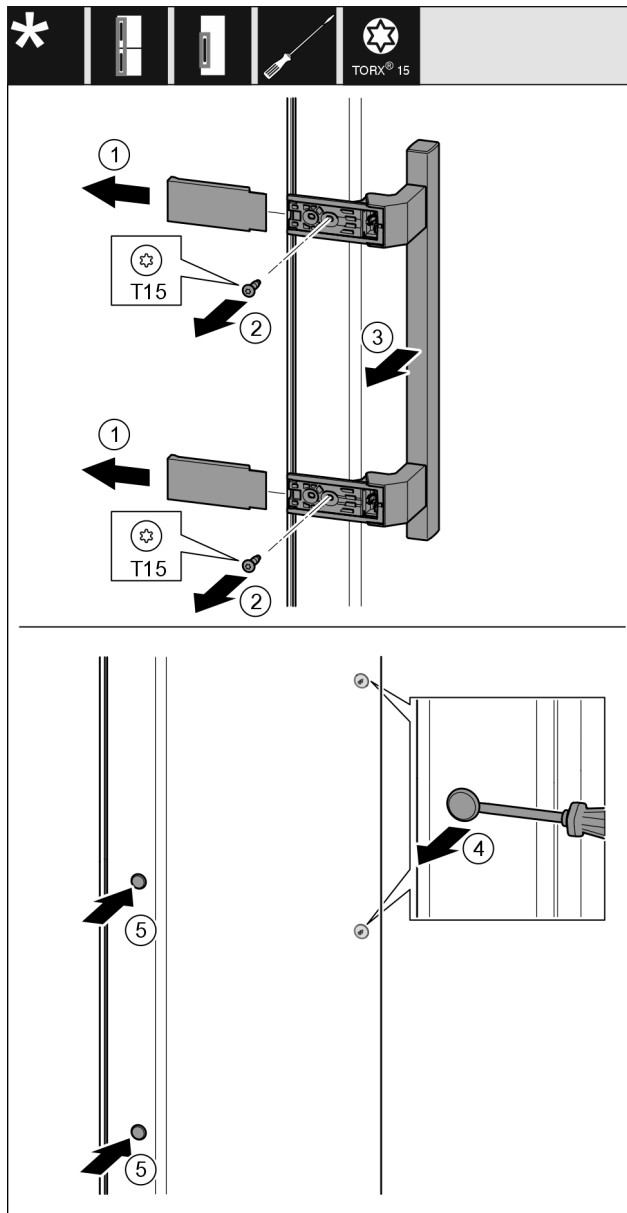

Fig. 24
- Изтеглете капака Fig. 24 (1).
- С отвертка отвийте винтовете Fig. 24 (2).
- Свалете дръжката Fig. 24 (3).
- С плоска отвертка внимателно повдигнете страничната тапа Fig. 24 (4) и я извадете.
- Отново поставете тапата Fig. 24 (5) от другата страна.